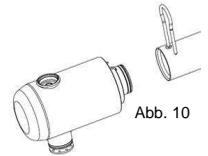

Abb. 10
- Drücken Sie mit der Gabel den Arretierstift hinein und ziehen Sie mit leichten Drehbewegungen das Ausgangsstück ab (Abb. 10).